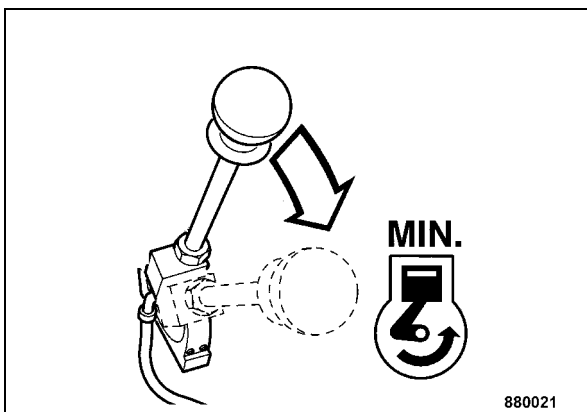

Fig. 36
- Porre la leva di regolazione del regime di giri (Fig. 36) nella posizione MIN, regime minimo.